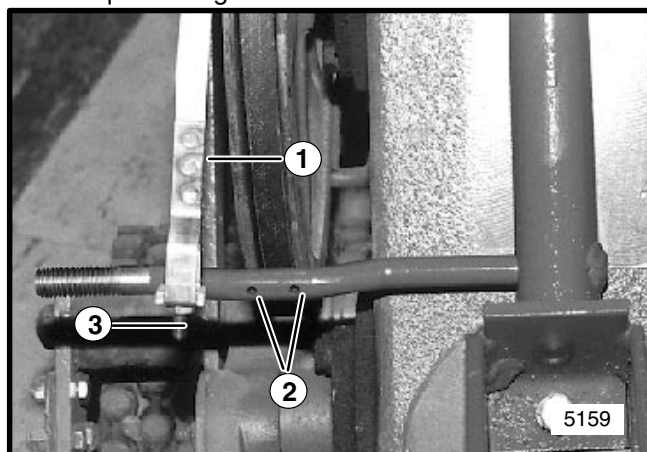

FIGURE 2
6. Glisser la partie réglable de la bande de frein sur la tige de support du carter de protection comme indiqué à la figure 2.
7. Insérer une (1) goupille fendue sur chaque côté de la bande de frein, en utilisant les deux (2) orifices pour goupille fendue comme indiqué la Figure 2. S'ASSURER que les têtes des goupilles fendues